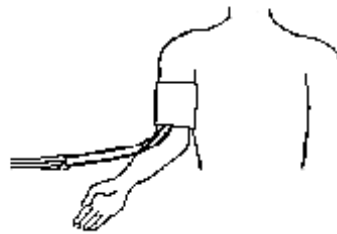

Fig. 3.2-1: Posicionamento da braçadeira no paciente
- Para um posicionamento padrão, a braçadeira deve ser colocada 2 dedos acima do cotovelo, posicionando a indicação da artéria da braçadeira na direção da artéria do paciente com o braço em posição anatômica (virado para fora) (Fig. 3.2-1).